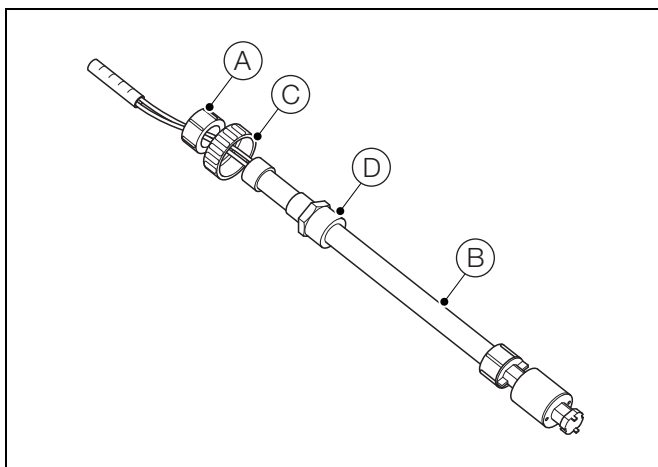

Fig. 4.12 Sensor de nível de reagente
Deverá exercer-se especial cuidado ao instalar os reagentes para impedir a contaminação. Mantenha o sensor de nível de reagente seco e evite manusear a haste. Prenda o sensor de nível com o anel de fixação (A) – ver Fig. 4.12.